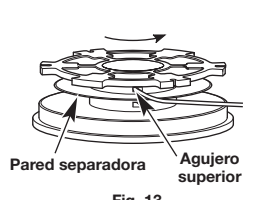
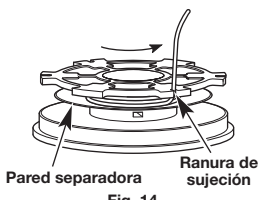

Fig. 13
Fig. 14
2. Inserte el extremo de la línea en el agujero superior del carrete interior (Fig. 13). Enrolle firmemente en la dirección que se muestra en el fondo del carrete interior hasta que queden aproximadamente 6 pulgadas (150 mm) de línea. Mantenga la línea por encima de la pared separadora. Inserte la sección de 6 pulgadas dentro de la ranura de sujeción de 0.095 más próxima (Fig. 14).